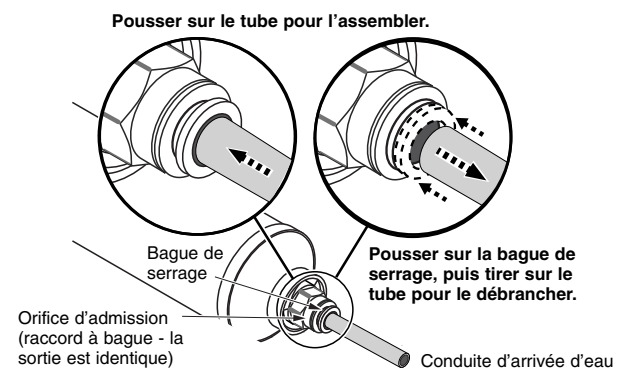

Figure 2
2. Débrancher le tube des extrémités du filtre. Se reporter à la Figure 2.